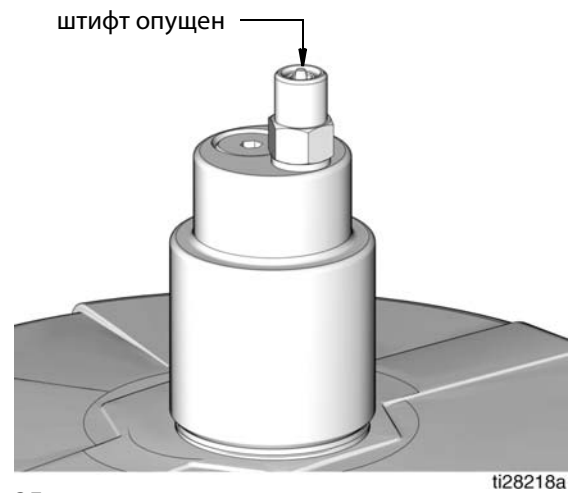

Рис. 25
1. Вытяните черную ручку сброса давления (Т) и держите в этом положении, пока не сбросится давление на линии между впускным коллектором (N) и клапаном автоматического запорного устройства для заполнения (B).
2. Убедитесь, что штифт автоматического запорного устройства для заполнения (B) опустился в исходное положение (Рис. 25).